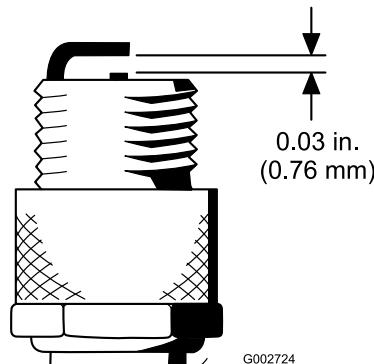

Bild 40
4. Stellen Sie den Abstand zwischen der mittleren und seitlichen Elektrode auf 0,76 mm ein, wie in Bild 40 dargestellt.